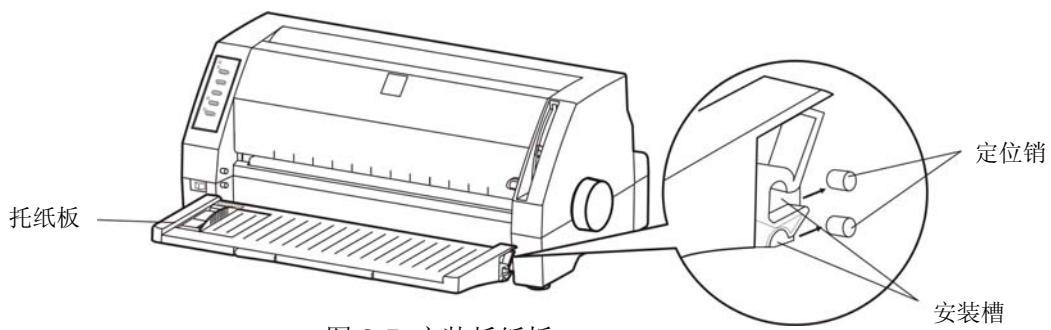

图 2-5 安装托纸板
- 双手握住托纸板两端，将托纸板两外侧的安装槽对准打印机外壳前内侧的定位销后（如图 2-5 所示），向前推入。